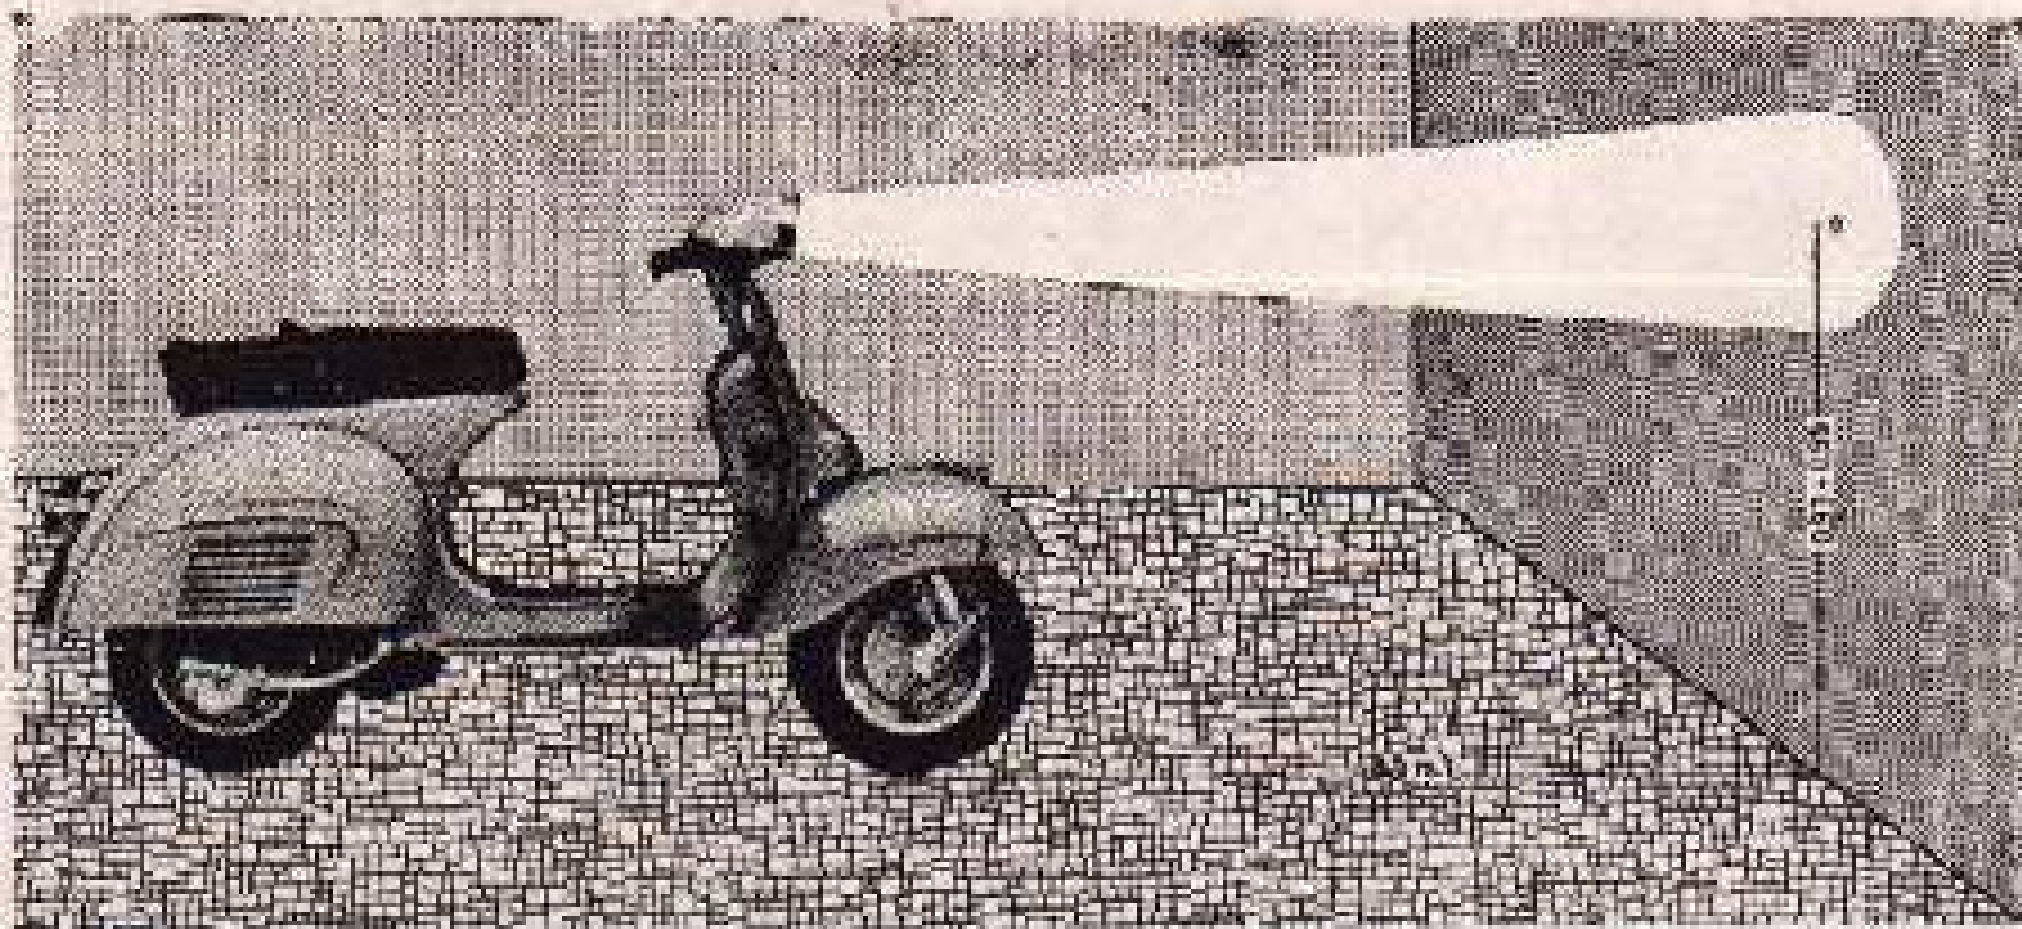

Fig. 15.—Regulación Faro.
- Disponer la Vespa en llano, enfrente de una pared, en la que se ha le marcado un punto "O", según las cotas indicadas en la fig. 15.